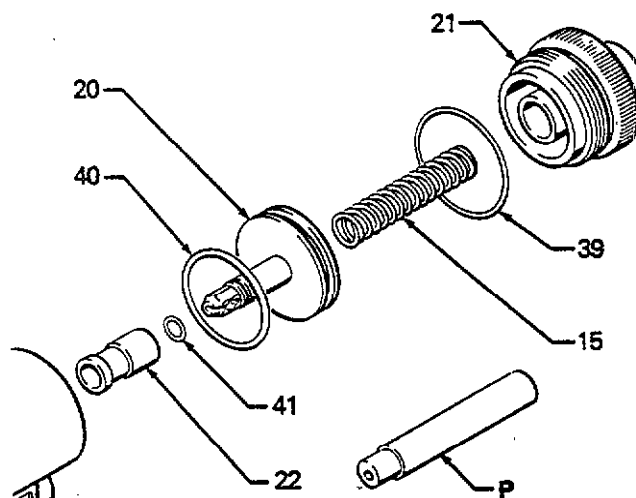

Fig 22
2. Desmontar el tapón (21), la junta tórica (39), el resorte (15) y el pistón (20). Ver Fig. 22.
3. Si se ha ocasionado una mezcla producto, desmontar el cojinete (22) para limpiar el paso del pistón como sigue: insertar la parte más larga del útil (P) por el extremo delantero de la pistola y liberar el cojinete (22) del pistón.
4. Reemplazar la junta tórica (41) y a continuación volver a montar el cojinete, si está desmontado, por la parte trasera de la pistola utilizando la parte más corta del útil (P) para reinstalarlo. Ver Fig. 22.
5. Si la junta tórica (40) alrededor del pistón parece dañada, reemplazarla. A continuación instalar el pistón, el resorte, la junta tórica y el tapón.